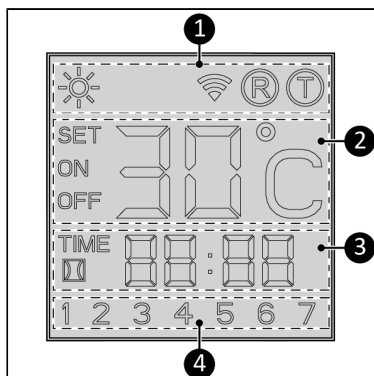

Figure 6.
Indication de statut (Figure 6, pos. 1) :
Témoin de température (Figure 6, pos. 2) :
Indication d'heure (Figure 6, pos. 3) :
Indication de jour (Figure 6, pos. 4) :